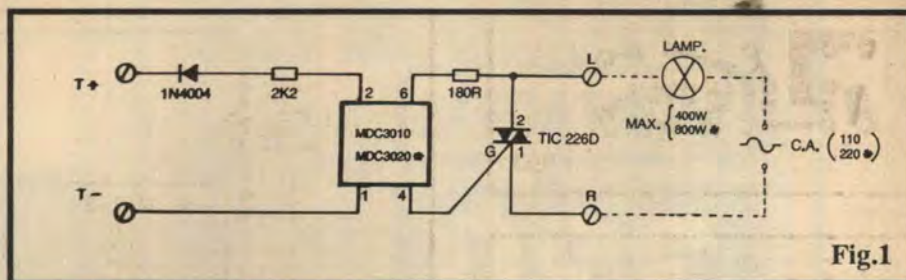
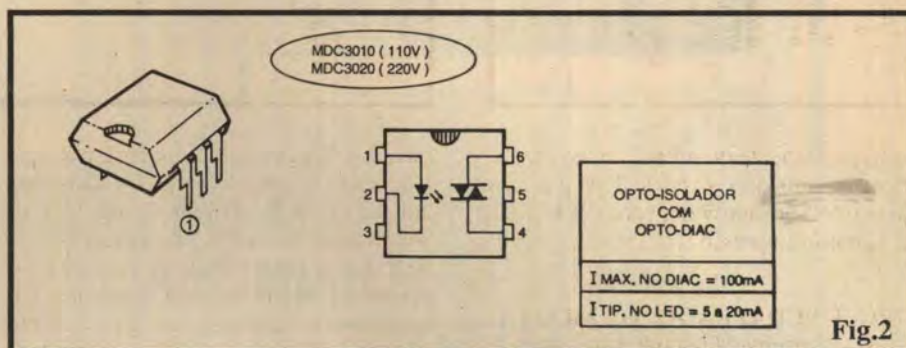

Fig.1
Fig.2
**- FIG. 1 - DIAGRAMA ESQUEMÁTICO DO CIRCUITO** - Em teoria, **nada** mudou entre a original **CALUF** e a atual **CLUT-2**... Já em termos práticos, a sintetização foi - no mínimo - "palpável"... No centro ativo do circuito temos, agora, um acoplador ótico super eficiente, sob código **MOC3010** (rede de 110V) ou **MOC3020** (rede de 220V). A "recolha" do sinal alternado de chamada, na linha telefônica continua feita através de um diodo de proteção contra inversões de polaridade (e que tem também a função de permitir o funcionamento normal do telefone acoplado, sem problemas de interferências ou "cargas" sobre a dita linha...), mais o resistor de 2K2, encarregado de limitar a Corrente sobre o acoplador ótico (e também visando a redução da "carga" sobre a linha...). No setor de Saída, de Potência, temos praticamente apenas o TRIAC (TIC226D) e mais um único resistor (180R) que limita a Corrente de *gate* do tiristor, situando-a *dentro* das capacidades e parâmetros do MOC30X0... Os pontos **T+** e **T-** são ligados à linha telefônica (em qualquer ponto desta, não forçosamente junto ao aparelho telefônico...), respeitando-se a indicada polaridade... Se a dita polaridade for invertida, nada de "mau" ocorrerá (apenas o circuito não funcionará, "travando" a lâmpada controlada na condição *acesa*...), devendo apenas ser promovida a sua "desinversão"... Os terminais de Saída, **L** e **R** devem, respectivamente, serem conectados à lâmpada controlada (até 400W sob 110V, ou até 800W
**- FIG. 2 - DETALHANDO O OPTO-ISOLADOR MOC30X0...** - Com suas versões **MOC3010**, para 110V, e **MOC3020**, para 220V, o opto-isolador é o responsável pela totalidade da simplificação imposta ao circuito! Num encapsulamento DIL de 6 "pernas", sua pinagem deve ser "contada" (numerada) no "velho" método usado para Integrados com esse tipo de "casca", ou seja: em sentido *anti-horário*, a partir da extremidade marcada com um pequeno chanfro, ressalto ou ponto (em depressão ou relevo...), com a peça observada por cima... Dentro do dito cujo, "de um lado" temos um simples LED (**anodo** ao pino 1 e **catodo** ao pino 2...) que, devidamente excitado por Corrente/Tensão aplicadas aos respectivos pinos, emite sua radiação luminosa contra um opto-DIAC, no "outro lado" (terminais ligados aos pinos 4 e 6...). Apenas em face dessa excitação luminosa oferecida pelo LED, o dito opto-DIAC entra em condução, em "mão dupla", permitindo a passagem de Corrente em ambos os sentidos... Retornando um pouco ao "esquema" do circuito (**FIG. 1**), é fácil notar que a C.A. presente na linha, e após "passar" pelo elemento puramente resistivo representado pelo filamento da lâmpada controlada, encontra como limitação a presença do resistor de 180R, *em série* com o opto-DIAC interno do dispositivo, após o que a polarização (**se e quando** o DIAC estiver "dando passagem") excita diretamente o terminal de *gate* do TIC226D, condição
em que entre os terminais 1 e 2 do TRIAC efetiva-se, praticamente, um "curto", permitindo o acendimento da lâmpada... Já enquanto o LED interno do isolador ótico estiver "quieto", "apagado", o DIAC permanecerá bloqueado, inibindo o funcionamento do TRIAC (a lâmpada controlada resta apagada...). Observem ainda, na **FIG. 2**, alguns importantes parâmetros/limites do MOC30X0, quais sejam: a Corrente máxima através do DIAC interno (**I max**), que situa-se em torno de 100mA, bem como a Corrente típica para plena excitação do LED interno (**I tip**) que pode ficar entre 5 e 20 mA...